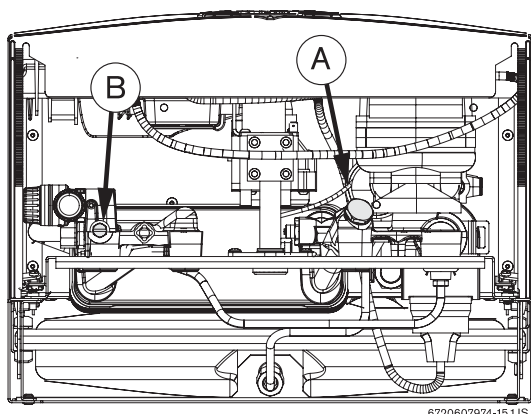

Fig. 35
- ▶ Desapertar o tampão (Fig. 35, Pos. A).
- Desaparafusar o parafuso de purga (Fig. 35, Pos. B).